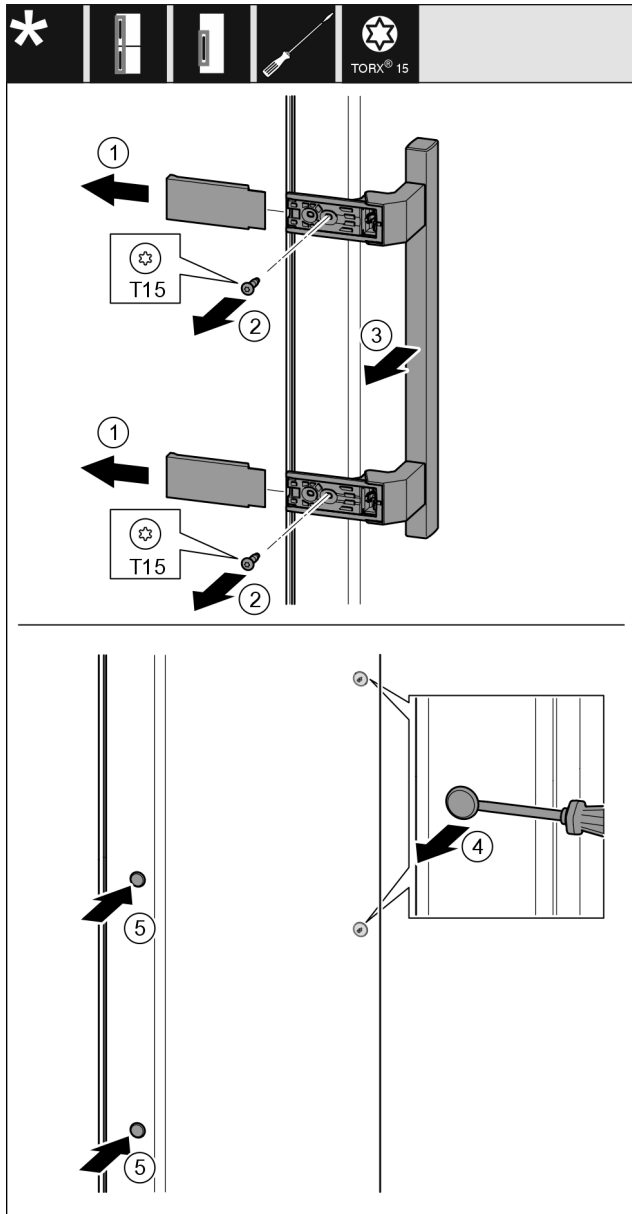

Fig. 18
- Dra av skyddet Fig. 18 (1).
- Skruva ur skruvarna Fig. 18 (2) med en skruvmejsel.
- Ta bort handtaget Fig. 18 (3).
- Använd en spårskruvmejsel och lyft försiktigt pluggen på sidan Fig. 18 (4) och dra ut den.
- Sätt in pluggen Fig. 18 (5) på den andra sidan igen.